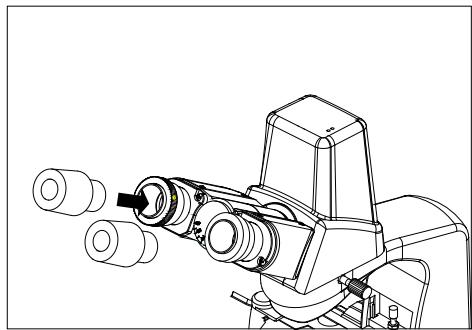
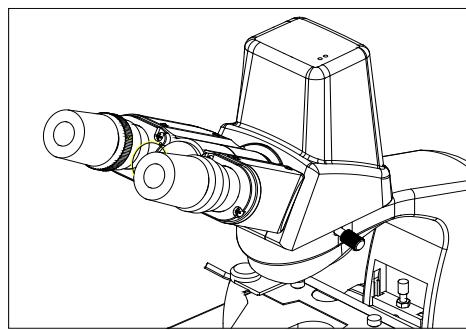

Fig.3
Fig.4
2.2.2 Instalación de los oculares (Fig.3, Fig.4)
Inserte los oculares en el tubo ocular hasta que queden encajados entre sí, como se muestra en la Fig.4.